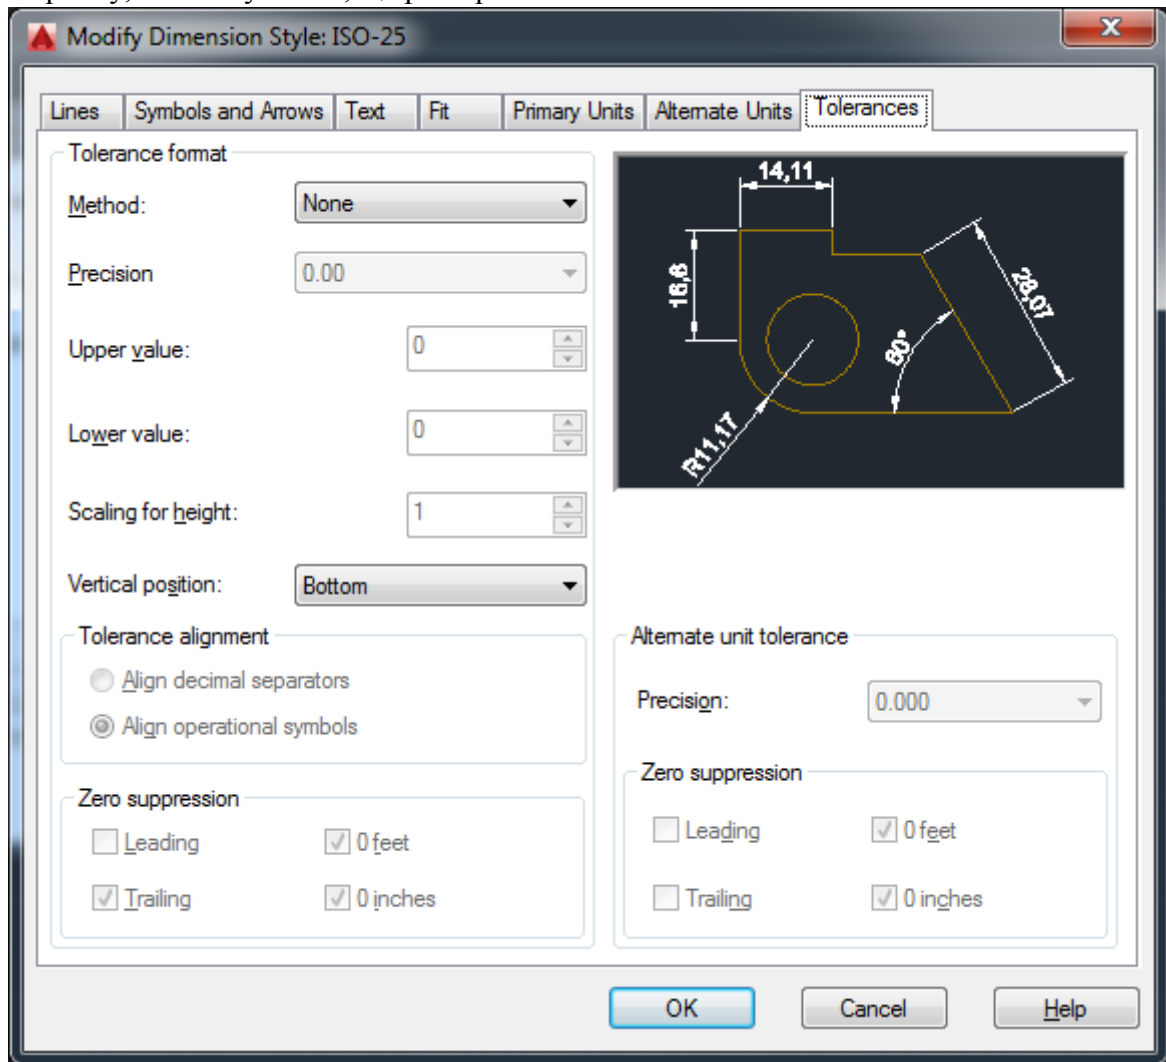

Рисунок 3.9 – Діалогове вікно вкладки Tolerances
**Вкладка Tolerance** (Допуски, рис.3.9) керує відображенням та форматом допусків у розмірному тексті. У списку Method можна вибрати один з п'яти варіантів подання допуску: